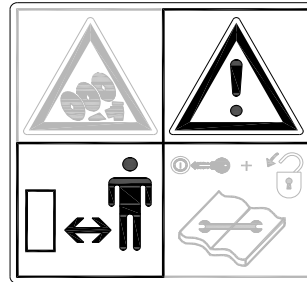

Fig. 4
**Håll minst 4 meters avstånd!** (Fig. 4)